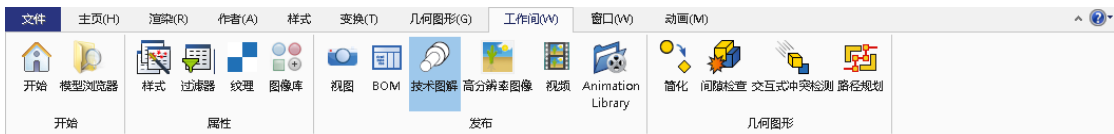

图 8-13 “工作间”选项卡
(8) “工作间”选项卡 如图 8-13 所示, 该选项卡用于在工作间窗格中打开各种工作间, 从而执行不同的操作。其中“开始”栏, 单击相关按钮, 可在右侧工作间窗格中打开模型; “属性”栏用于在工作间窗格中为模型设置各种属性; “发布”栏用于在工作间窗格中发布各种文件; “几何图形”栏, 用于在工作间窗格中对几何体进行简化或检查等。